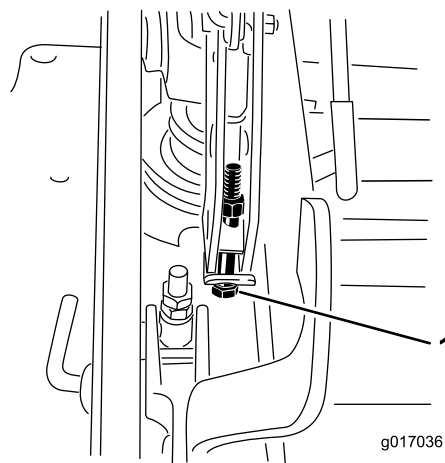

Figure 98
14. Si le tablier est trop bas, serrez le boulon de réglage monopoint dans le sens horaire. Si le tablier est trop haut, desserrez le boulon de réglage monopoint dans le sens antihoraire (Figure 98).